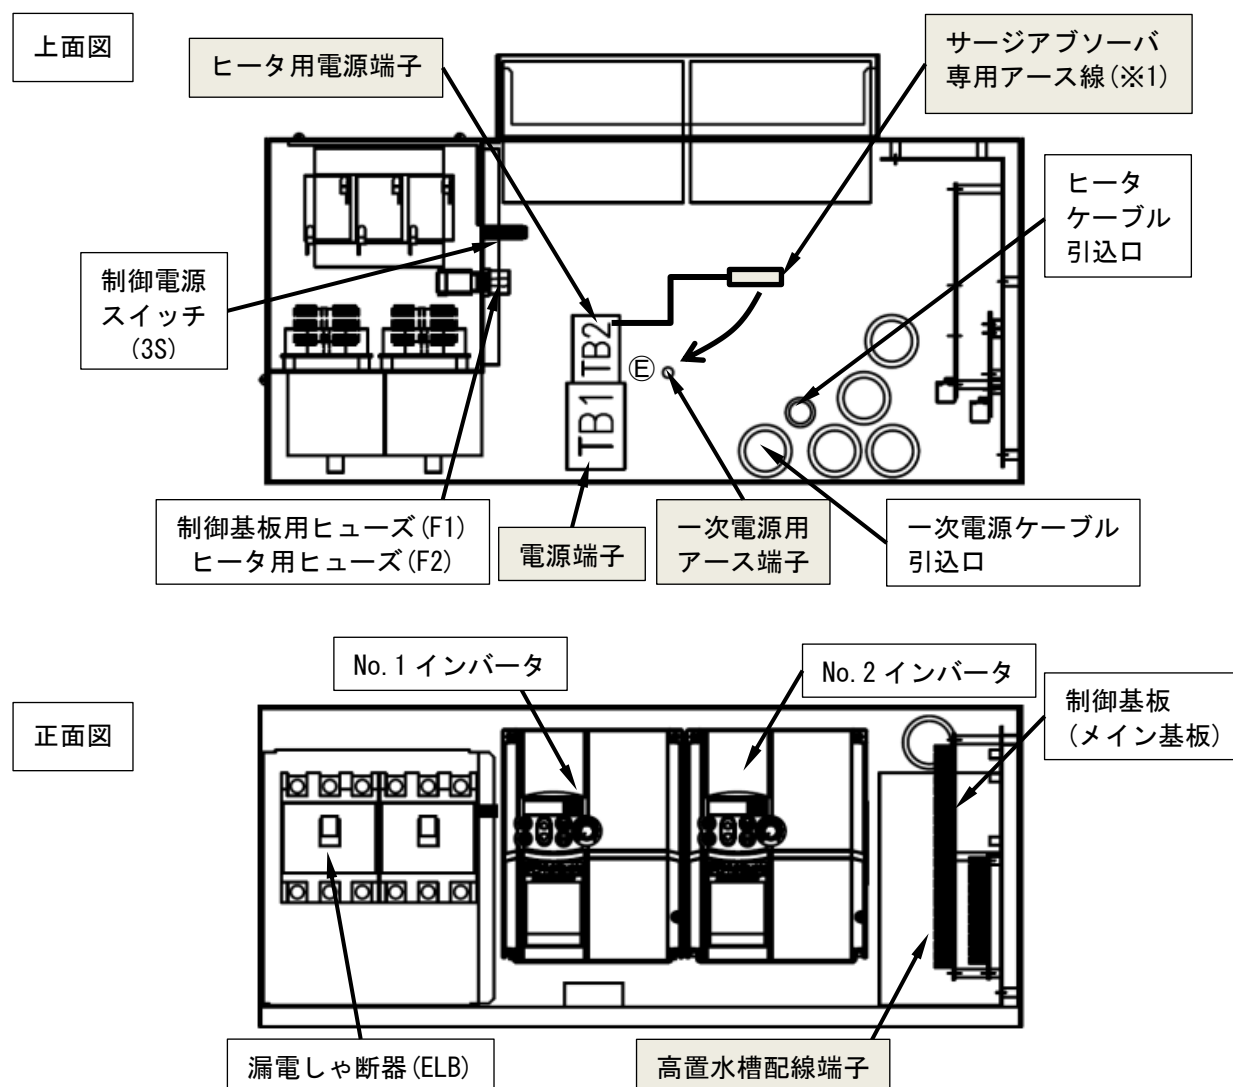

図4 制御盤内図 3.7kW以下（制御盤カバーを外した状態）
- (3) この直結給水ブースタポンプは、一次電源側に主開閉器が入っておりませんので、必ずお取り付けください。感電事故防止のため、法律により、ご使用前に漏電しゃ断器の取付が、義務付けられています。本直結給水ブースタポンプには特に「インバータ用」のものをご使用ください。
- (4) 開閉器を入れる前に、次の点をお調べください。
- ①しゃ断器は、適切なものが入っているか。
- ②配線は、間違いはないか。
- ③接地（アース）は、確実に施工してあるか。（D種（第三種）接地工事）
- ④電動機端子3本が、1本でもゆるんだりはずれたりしていないか。端子2本で運転されると、欠相運転となり、電動機が焼損しますので、ご注意ください。（単相機種でも3本使用）
- (5) 電圧は、定格電圧の±5%以内、相間電圧アンバランス2%以内まで差支えないようになっていますが、その範囲を越えてのご使用は、故障の原因となりますので、ご使用しないでください。
- (6) 一次電源の配線の際は、一次電源のアース線を一次電源用アース端子に接続してください。呼び出力1.1kW以下の機種については、サージアブソーバ専用アース線も、一次電源用アース端子に接続してください（図4※1）。
- (7) TB2ヒータ用電源（400VA以下）は、電源端子台より直接配線していますので、取り扱いの際は、必ず主電源を切ってから行ってください。（盤内の開閉器のON-OFFとは無関係です）